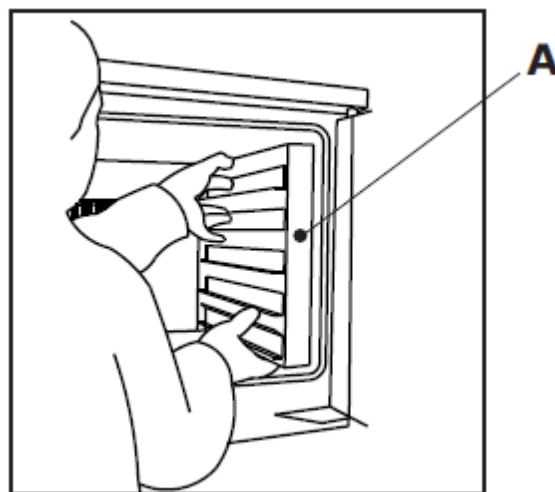

Рисунок 17.
- Если это необходимо, удалите держатели поддонов, чтобы очистить их отдельно, чтобы не повредить лампы освещения на левой внутренней стороне камеры (**Рисунок 17а**);